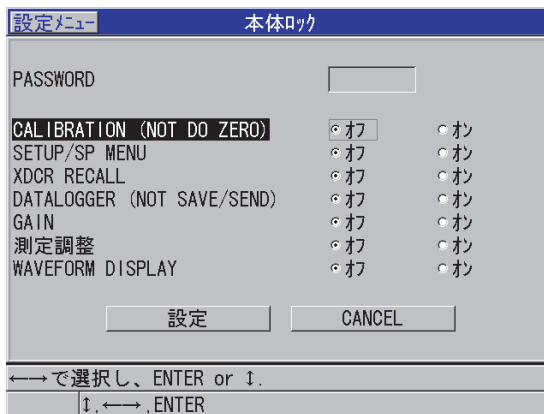

図 8-9 本体ロック画面
3. 本体ロック画面で、以下の操作を行います (133 ページの図 8-9 参照)。